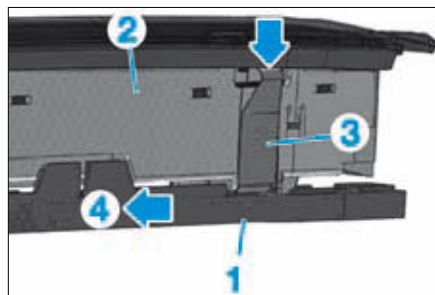

FIG. 83
- Mettre en place les 5 languettes (3) dans le boîtier du feu (2) (Fig.83).